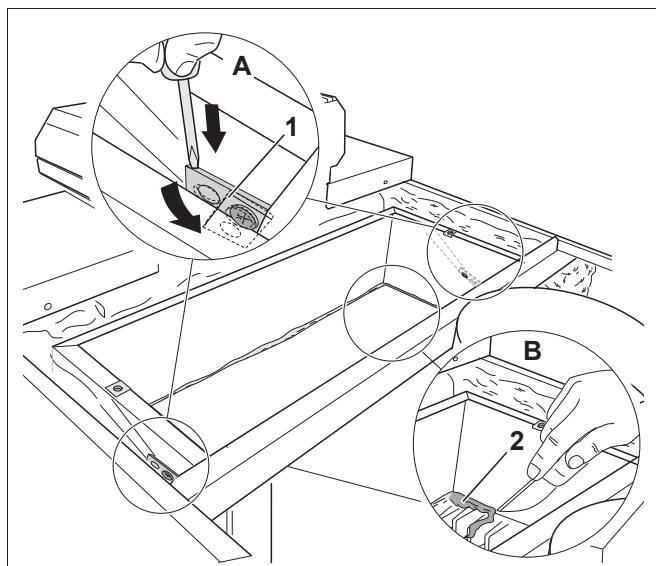

Рис. 5 Подготовка прерывателя тяги (здесь у G334)
- Поверните в сторону накладки прерывателя тяги (рис. 5, [1]), как показано на рис. 5, **выноска А**, чтобы открыть отверстия в прерывателе.
- Удалите герметик (рис. 5, [2]) справа и слева в области хода заслонки (рис. 5, **выноска В**).